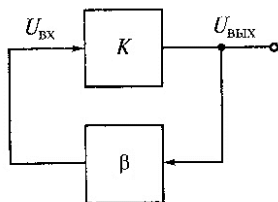

Рис. 8. Схема автогенератора
29. В автогенераторе, схема которого приведена на рис. 8 фазовый сдвиг усилителя равен ϕ . Фазовый сдвиг звена обратной связи равен ψ .